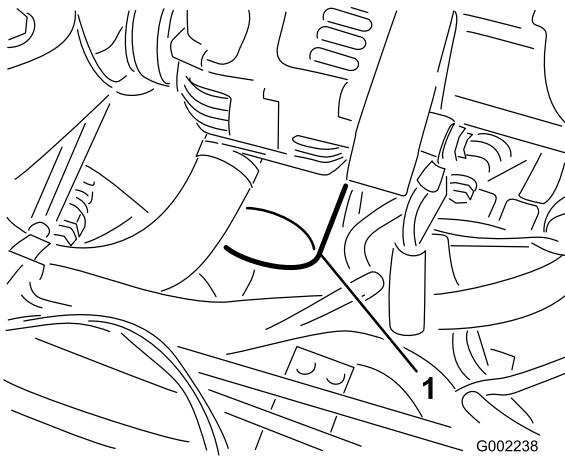

図 40
7. 古いオイルフィルタ（図 40）を外す。
10. アダプタに新しいフィルタを取り付ける。ガスケットがアダプタに当たるまで手でねじ込み、そこから更に 1/2 回転増し締める（図 40）。